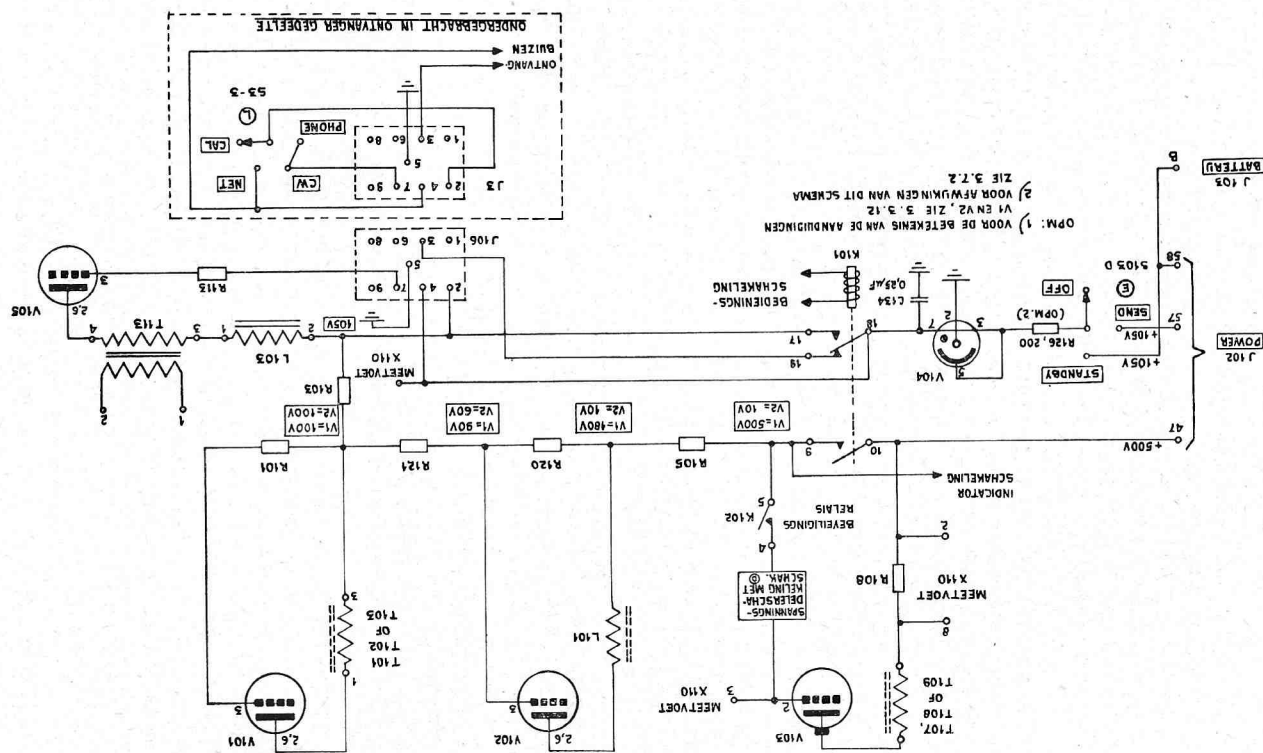

Fig. 42. Hoogspanningsschakeling, zender
3.3.12 Hoogspanningsschakeling (zie fig. 42)
De hoogspanningsschakeling van de zender is *het* centrale punt van waaruit de gehele Zend-ontvanger RT-77/GRC-9 zijn hoogspanningen verkrijgt en waaraan de uitgangsspanningen van de diverse voedingseenheden worden toegevoerd. Vele handelingen uit de punten 2.7 tot en met 2.12 worden duidelijk na het doorlezen van deze paragraaf. In de fig. 42 zijn enige onderdelen welke hier niet direct ter zake doen, zoals ontkopelcondensatoren en niet ter zake doende buiselectroden weggelaten.
- (2) Bij de aansluiting van de Handgenerator GN-58 zijn alleen op de punten 47 en 57 van J102 spanningen aanwezig van respectievelijk +500 V en +105 V.
- (3) Het aansluiten van de Batterij BA-48 op de aansluiting BATTERY, heeft tot gevolg, dat er een spanning van ongeveer +90 V op de aansluiting B van J103 komt.
- (4) Aansluiting van de Handgenerator GN-58 samen met de Batterij BA-48 geeft dus op de diverse punten ongeveer dezelfde spanningen, als het aansluiten van de Voedingseenheden PE-237 of DY-88/GRC-9.
b. In de fig. 42 zijn enige spanningen aangegeven, welke omlind zijn. Hierbij onder-